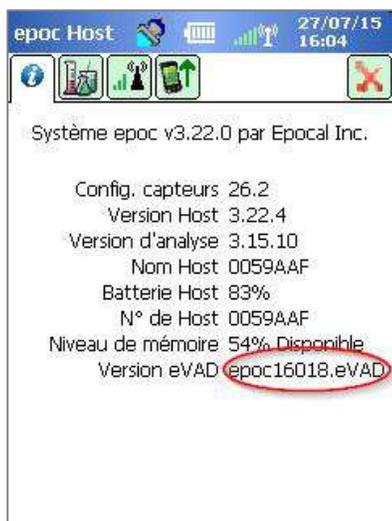
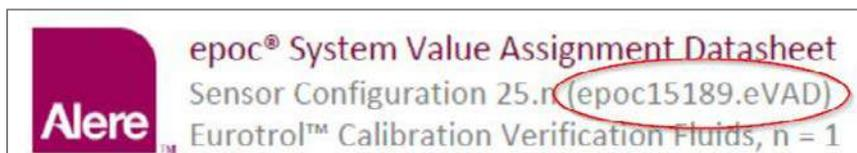

Fig. 24.
Fig. 25.
- Assurez-vous que le fichier eVAD installé sur le système epoc Host correspond au rapport. Pour ce faire, sélectionnez les options **Aide** → **À propos** afin de vérifier le numéro de version eVAD (entouré sur la Fig. 24). Comparez ce numéro au numéro indiqué dans l'en-tête du fichier VAD imprimé le plus récent (entouré sur la Fig. 25).